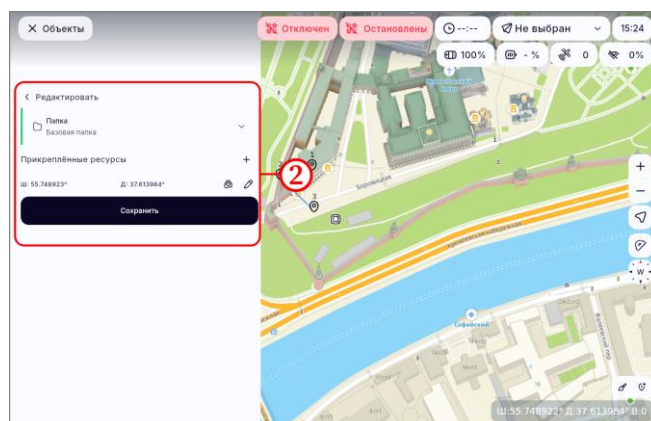

Рисунок 80
- убедиться, что была открыта форма редактирования объекта (рисунок 80, шаг 2);